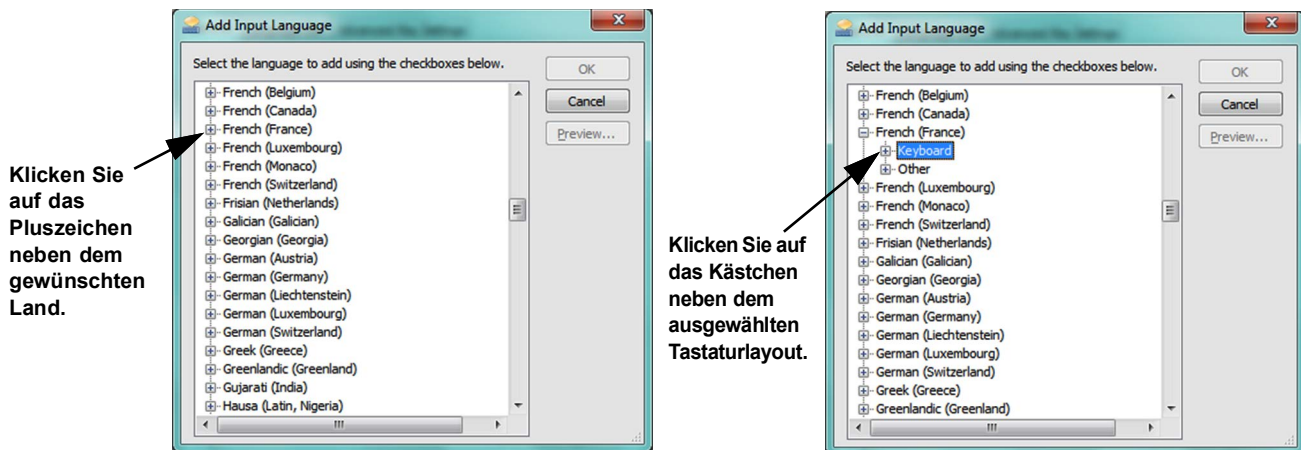
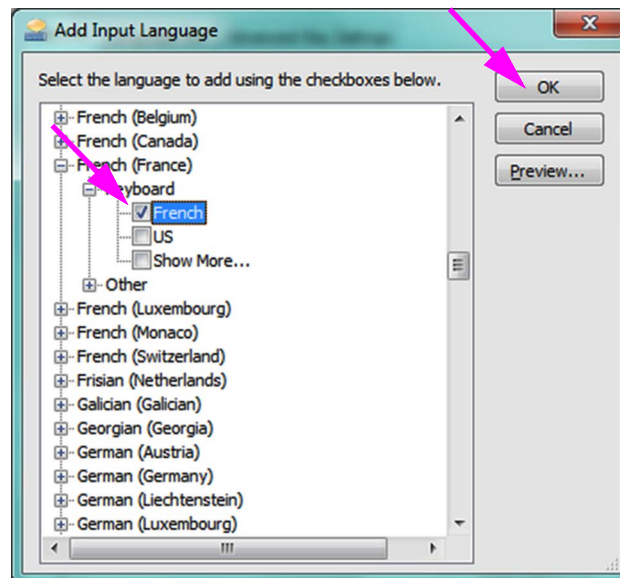

Abbildung C-9. Bildschirm „Add Input Language“ (Eingabesprache hinzufügen) – French (Französisch) ausgewählt (Beispiel)
Abbildung C-10. Fenster „Add Input Language“ (Eingabesprache hinzufügen) mit allen Posten
- Wählen Sie im Fenster „Add Input Language“ (Eingabesprache hinzufügen) mit dem Dropdown-Menü die gewünschte Kombination „Language (Country)“ (Sprache – Land) aus, klicken Sie auf das + neben „Language (Country)“ (Sprache – Land) und klicken Sie anschließend auf das + neben der Tastatur (vgl. Abbildung C-9).
- Nach Auswahl der neuen Tastatur, die zu der in Abbildung C-9 ausgewählten Sprache gehört, wird unter der ausgewählten Tastatur ein Dropdown-Menü angezeigt (vgl. Abbildung C-10).